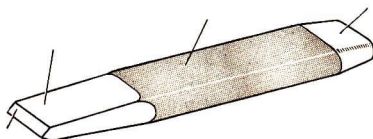

Bild 7 Meißelarten
9. Trage in Bild 7 die Namen der Meißel ein!